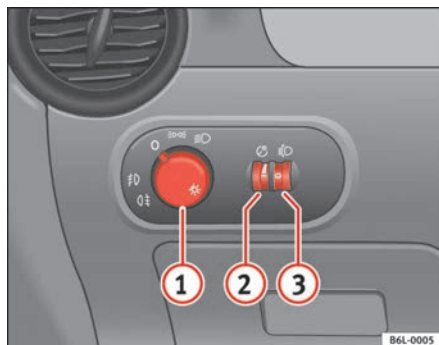

Fig. 57 Detalle del tablero de instrumentos: mando de las luces, faros antiniebla y luz trasera antiniebla
- Gire el mando de las luces ⇒ fig. 57 hasta la posición ☀.